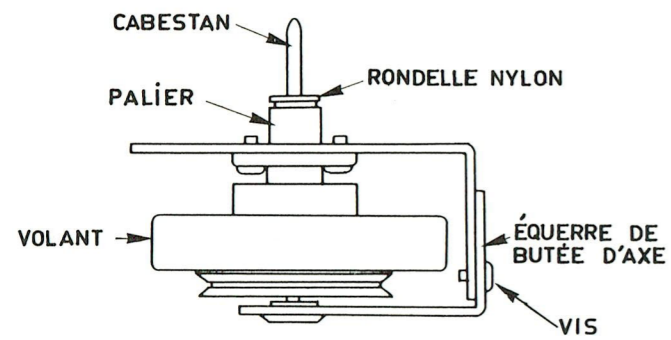

Fig. 6
- 1 - Ôter la rondelle de nylon pare-huile (voir Fig. 6).
- 3 - Ôter la courroie d'entraînement du volant et tirer sur le volant pour dégager l'axe de son palier (voir Fig. 6)